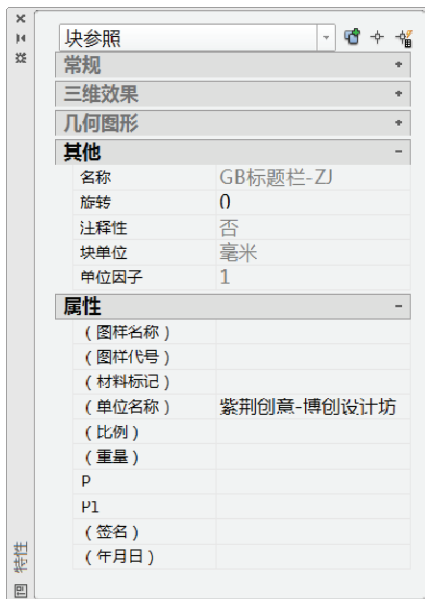

图 9-33 使用“特性”选项板编辑块属性值
- 方法二：打开“特性”选项板并选择块，接着在“属性”区域编辑相关属性值，如图 9-33 所示。